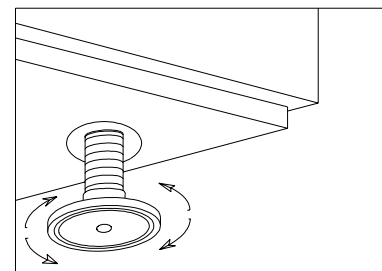

Fig. 1
- Nivelar y regalar la altura del aparato . Fig. . 1